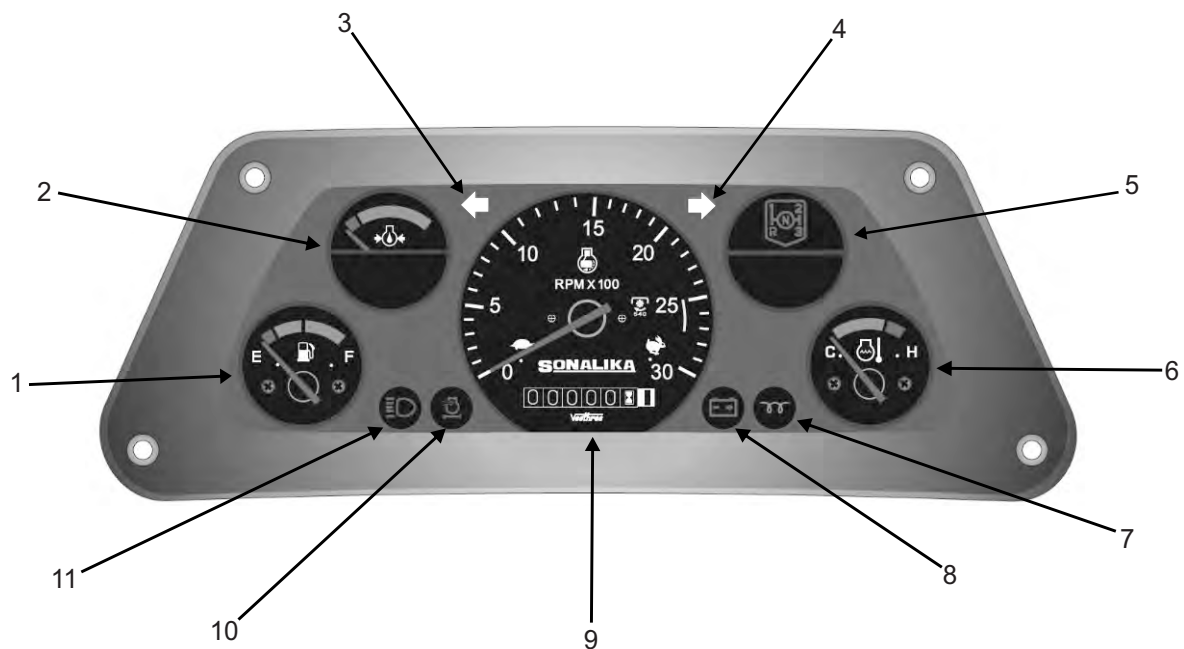

Abb. 3.2b
3.2.b Instrumententafel (für Modell 26) - Abb. 3.2b